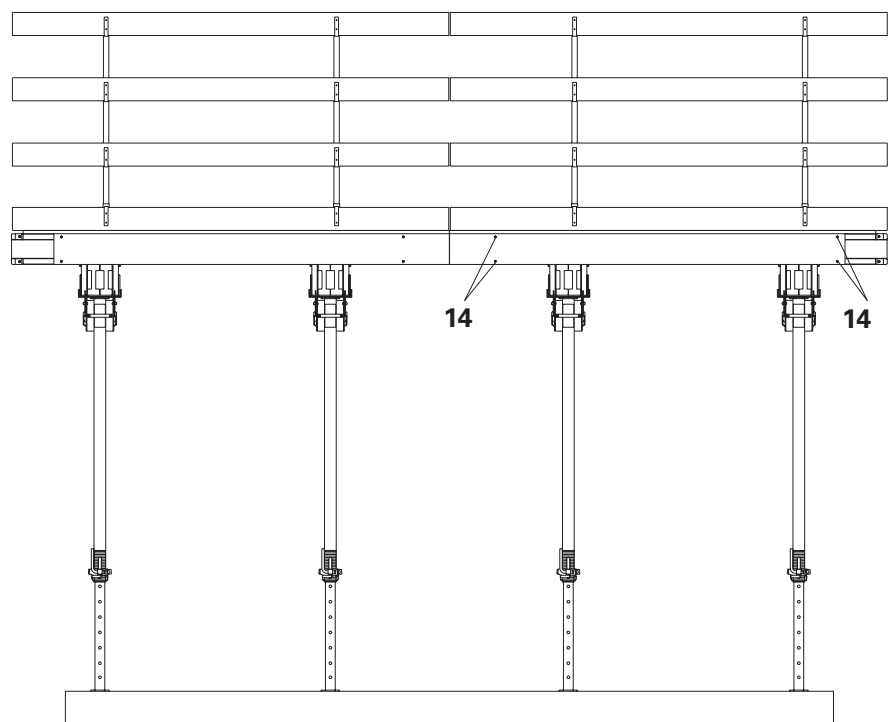

Abb.10
2. Bohle über beide Jocheschieben. Bohle am Ober- und Untergurt des Querträgers mit vier Nägeln **14** befestigen, z.B. Doppelkopfnagel 3,1 x 65. Abb.10